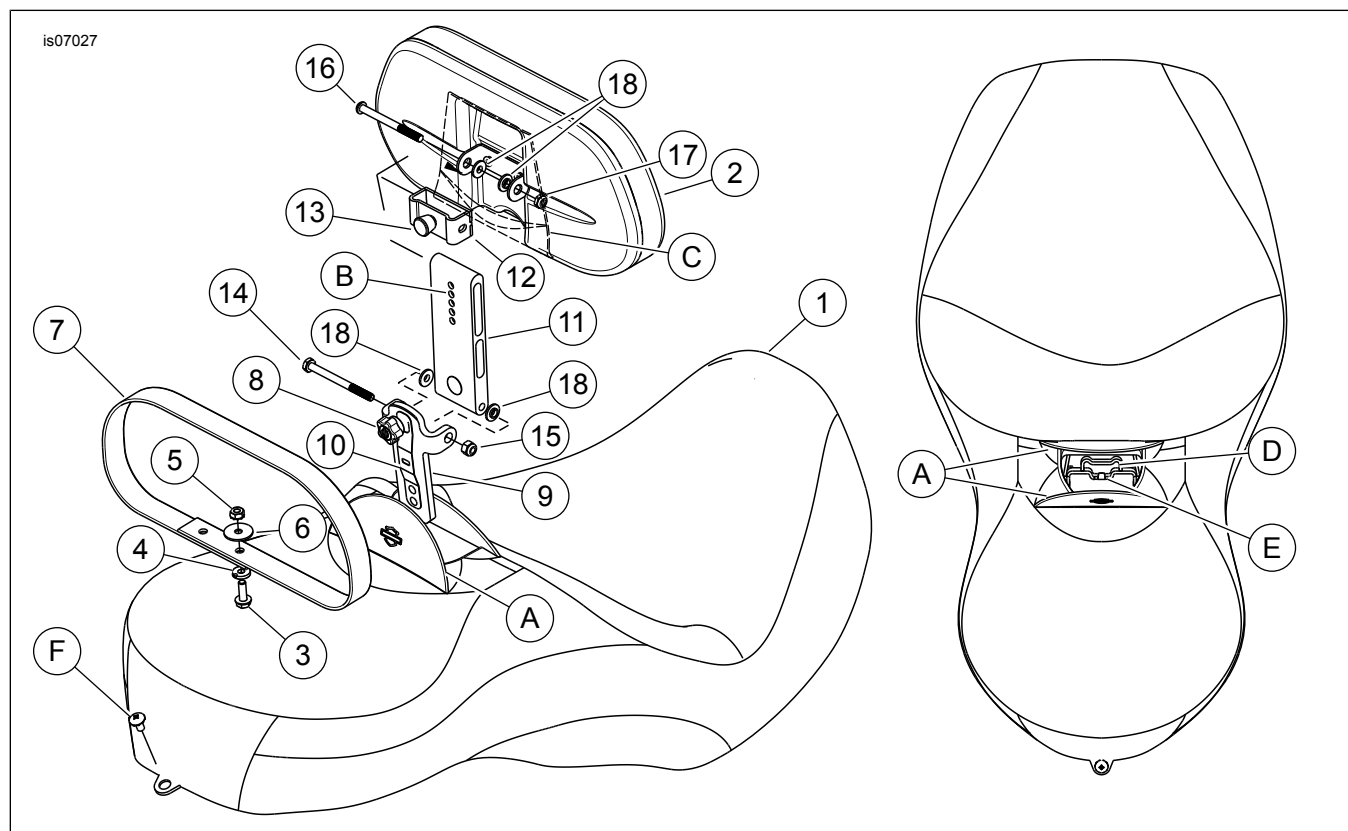

Figura 5. Parti di ricambio: Kit sella modelli Dyna con schienale del pilota
Vedere Figura 5 e Tabella 1.
2. Vedere Figura 5. Fissare la sella con la vite di serie (F).
1. Vedere Figura 5. Aprire i dispositivi ad aletta d'aggancio (A) sulla sella (1).
2. Inserire il gruppo schienale (2), con il cuscino rivolto in avanti, nella scanalatura (D) sotto le alette.
3. Inserire finché la molla (10) non impegna la linguetta (E) all'interno della sella e non blocca lo schienale in sede.
1. Vedere Figura 5. Sollevare l'aletta (C) sul retro dello schienale (2) e esporre la staffa con il perno a molla (12).
2. Tirare il perno a molla (13) sul retro dello schienale e regolare lo schienale all'altezza desiderata.
3. Rilasciare il perno a molla e verificare che si blocchi in sede in uno dei fori di posizionamento (B).
Vedere Figura 5. Lo schienale può essere piegato in avanti per facilitare il montaggio e lo smontaggio della motocicletta.
1. Vedere Figura 5. Aprire i dispositivi d'aggancio ad aletta (A) sulla sella.
2. Premere la molla (10) contro la staffa dello schienale (9) finché non si stacchi dalla linguetta di ritegno (E).